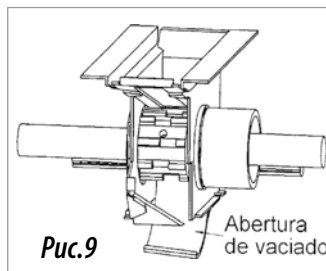

Рис.9
- Высыпьте посевной материал из бункера в лоток, полностью открыв заслонки (рис. 9).